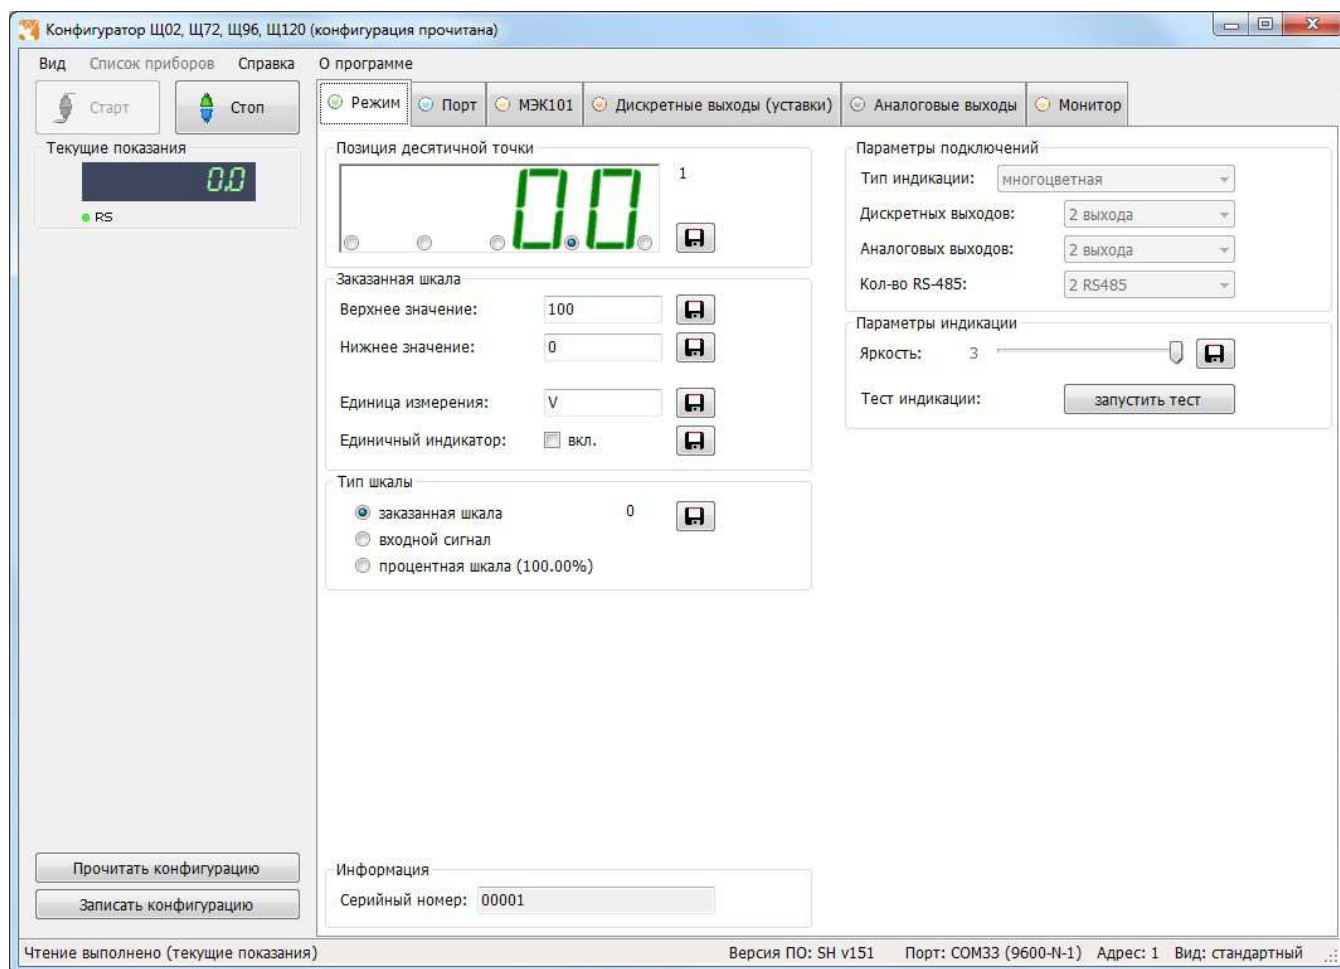

Рисунок 5.1 – Конфигуратор ЩЦП (вкладка «Режим», стандартный вид)
3.8.3.1 Основные (стандартные) настройки прибора осуществляются во вкладке «Режим» (рисунок 5.1, 5.2).
а) стандартный вид программы (рисунок 5.1):
3.8.3.2 Во время настройки прибора можно убедиться в том, что данные, полученные компьютером от прибора, совпадают с показаниями цифровых индикаторов прибора. Данные, показываемые на цифровых индикаторах прибора, идентичны значениям, отображаемым в поле «Текущие показания» программы-конфигуратора (рисунок 5.1, 5.2).
- в основном окне программы во вкладке «Режим» нажать кнопку «запустить тест» (рисунок 5.1, 5.2).